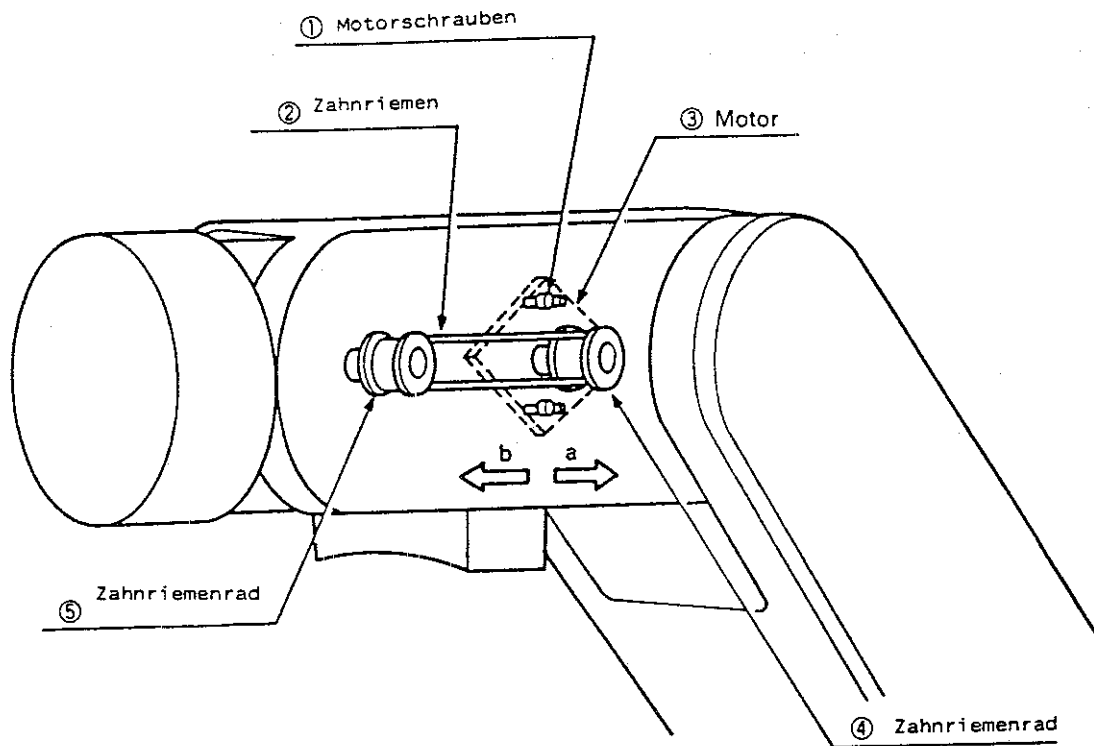

Abbildung 4.3.12 Überprüfung, Einstellung und Austausch des Handgelenkzahnriemens
- (1) Lösen Sie die vier Motorschrauben (1) (s. Abb. 4.3.12).
- (2) Prüfen Sie die Zahnriemenspannung (2). Bewegen Sie den Motor (3) in Pfeilrichtung (a) bzw. (b).
- (3) Wird der Motor (3) in Pfeilrichtung nach (a) bewegt, wird der Zahnriemen gespannt. Wird der Motor in Pfeilrichtung nach (b) bewegt, lockert sich die Zahnriemenspannung.
- (4) Bewegen Sie den Motor nicht zu weit in Pfeilrichtung (a) oder (b), da sonst der Zahnriemen aus der Führung springt.
- (5) Nachdem die Zahnriemenspannung eingestellt wurde, können Sie die Motorschrauben wieder anbringen. Achten Sie darauf, daß sie gut angezogen sind. Durch lose Schrauben lockert sich auch die Zahnriemenspannung wieder.